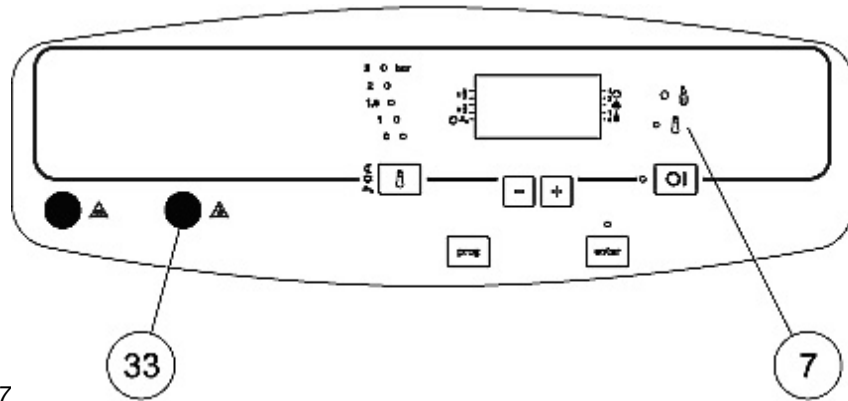

Fig. 87
16.4.2 Oververhittingsbeveiliging rookgassen (fig. 87)
16.4.2 Sécurité de surchauffe gaz brûlés (fig. 87)